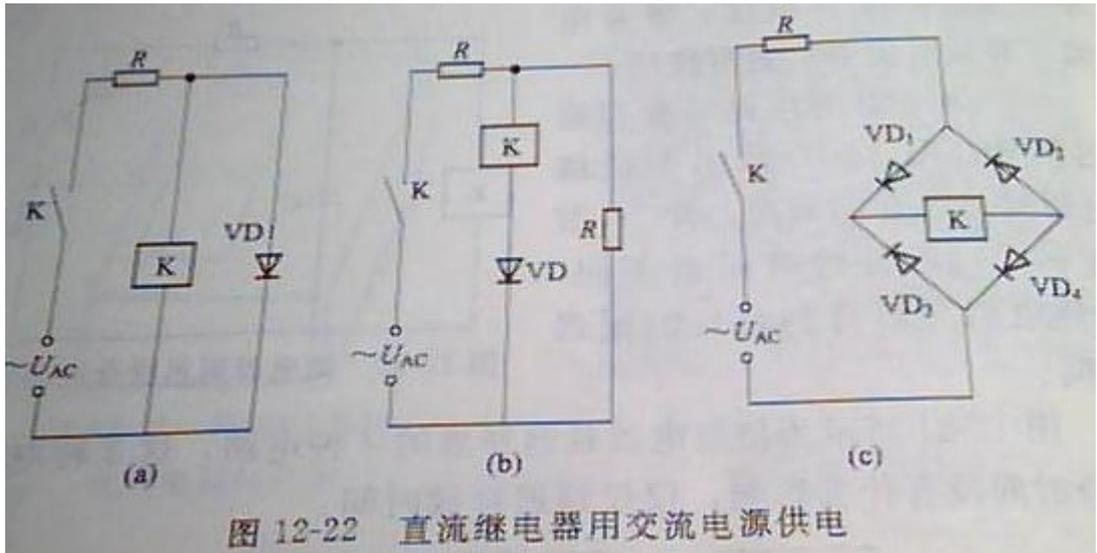

图 12-22 直流继电器用交流电源供电
③ 直流继电器使用交流电的方法。采用图 12-22 所示电路，就可以将交流电供直流继电器使用。